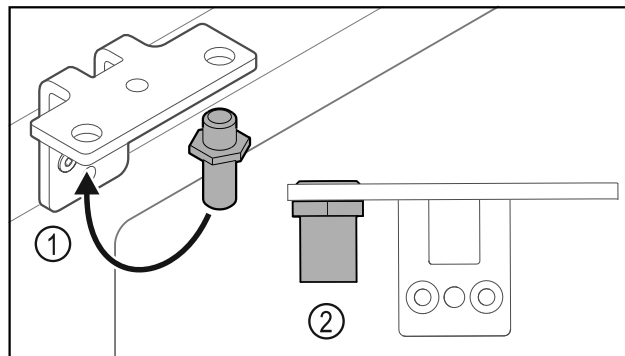

Fig. 31
- ▶ Sworznie Fig. 31 (1) przełożyć do zawiasu.
- ▶ Sworznie Fig. 31 (2) dokręcić z **momentem obrotowym 12 Nm**.